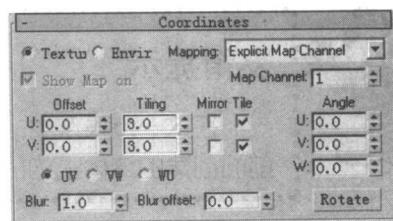

图 1-15 Coordinates 卷展栏
**7** 在 Coordinates(坐标)卷展栏中设置参数如图 1-15 所示。